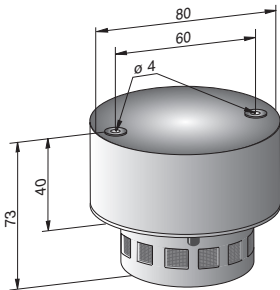

Abb. 2 Montagemaße
- Den Sockel mit dem beiliegenden Montagematerial an die Decke montieren (Maße siehe Abb. 2).
- 9-V-Blockbatterie mit dem Batterieanschluss (4) verbinden und in den Batteriehalter (1) stecken.